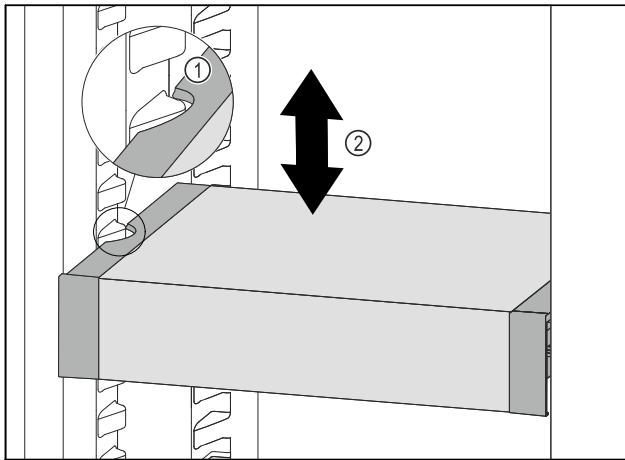

Fig. 108
- Тяните VarioSafe вперед, пока боковые выемки VarioSafe не окажутся на высоте выступа резервуара в холодильном отделении. Fig. 108 (1)
- Двигайте VarioSafe в холодильном отделении вверх или вниз, пока не будет достигнута требуемая высота. Fig. 108 (2)